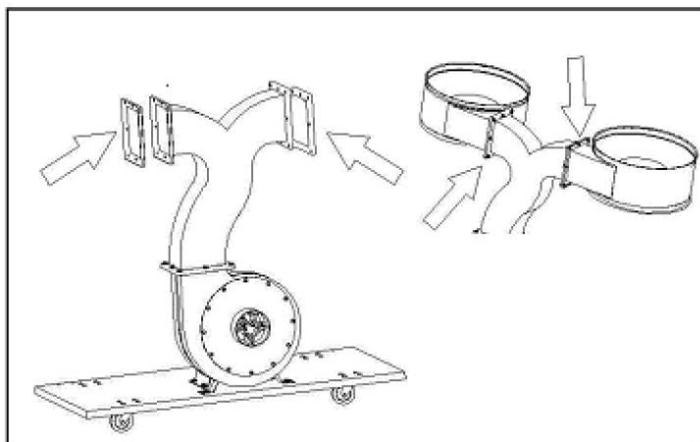

Рисунок 5
Затем установите два коллектора (С) и две насадки (I) на выпускное отверстие, как показано на Рис. 5.